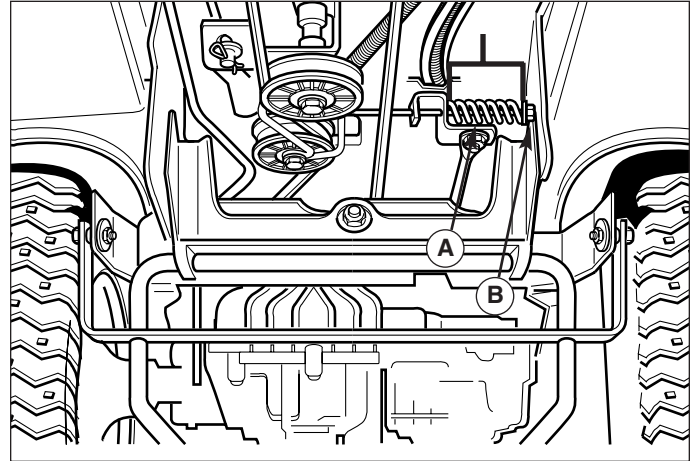

Figure 25. Réglage du ressort de frein
3. Localiser le ressort de frein (A, figure 25) et l'écrou de réglage (B).
Si le ressort ne se trouve pas dans cette plage, faire tourner l'écrou de réglage (B, figure 25) pour comprimer ou relâcher le ressort.